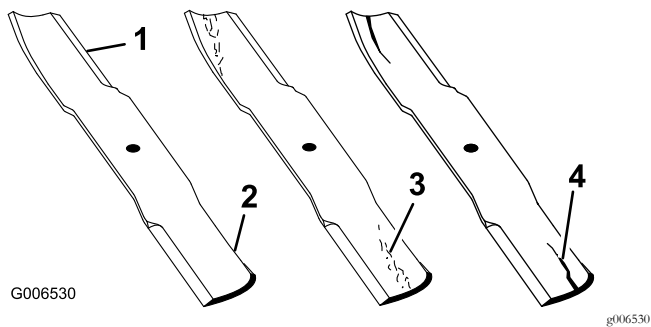

Figura 56
1. Inspeccione as extremidades de corte (Figura 56).
4. Se verificar quaisquer fissuras, desgaste, ou a formação de ranhuras nesta área instale imediatamente uma lâmina nova (Figura 56).